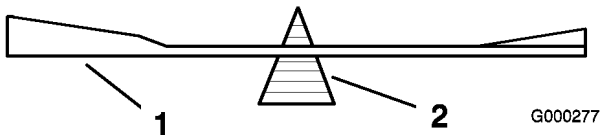
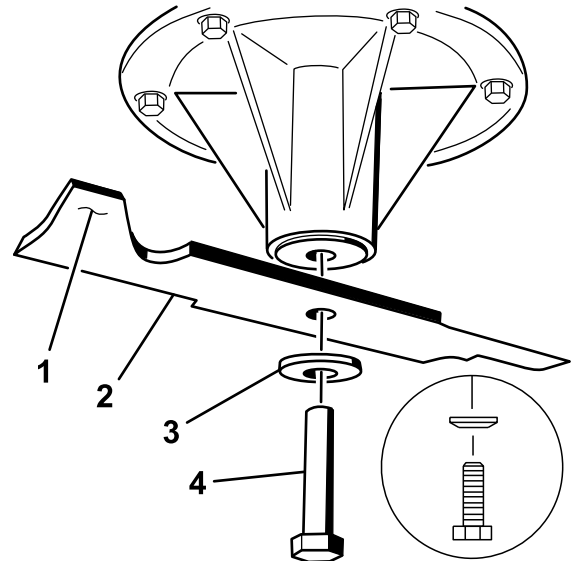

Figura 57
Figura 58
2. Retire del eje el perno de la cuchilla, la arandela de muelle y la cuchilla (Figura 58).
2. Verifique el equilibrio de la cuchilla colocándola sobre un equilibrador de cuchillas (Figura 57). Si la cuchilla se mantiene horizontal, está equilibrada y puede utilizarse. Si la cuchilla no está equilibrada, rebaje algo el metal en la parte de la vela solamente (Figura 58). Repita este procedimiento hasta que la cuchilla esté equilibrada.
1. Instale la cuchilla en el eje (Figura 58).
2. Instale la arandela de muelle y el perno de la cuchilla. El cono de la arandela de muelle debe estar orientado hacia la cabeza del perno (Figura 58). Apriete el perno de la cuchilla a 115-150 Nm (85-110 pies-libra).